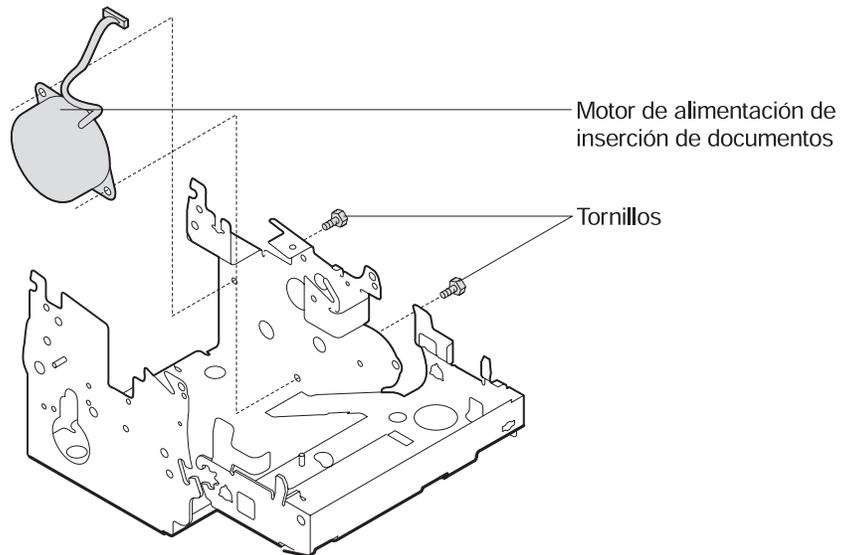

Figura 4-33. Extracción del motor de alimentación de inserción de documentos
10. Extraiga los dos tornillos y luego extraiga el **motor de alimentación de inserción de documentos**. Consulte la Figura 4-33 en la página 4-41.